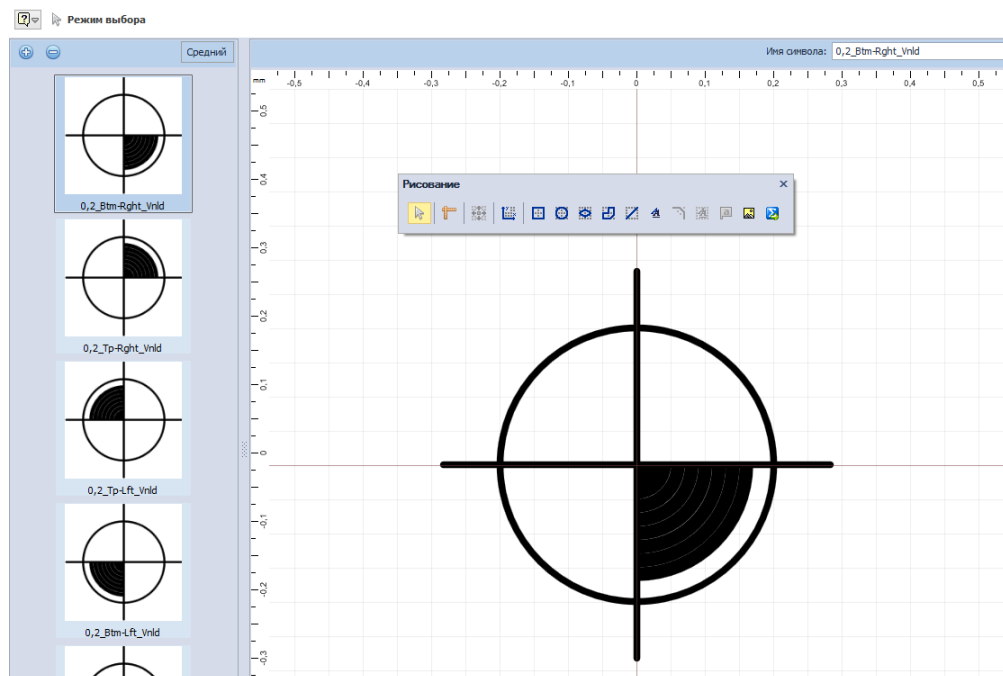

Рис. 422 Редактирование системного символа
- выберите символ из списка, расположенного в левой части окна редактора. Символ будет отображен в рабочей области окна, см. Рис. 422.